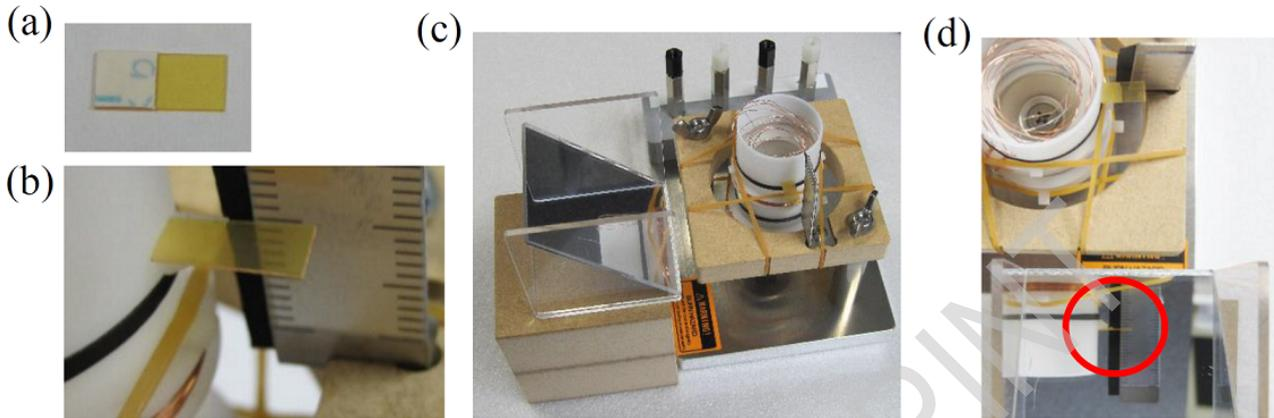

Abbildung 4: Anbringung vom Marker und vom Spiegel.
- Entferne die Schutzfolie des doppelseitigen Klebebands auf einem der Marker (Abb. 4(a)). Klebe den Marker auf den kleinen Vorsprung oben auf dem Oszillator, um damit die Höhe zu messen (Abb. 4(b)).
- Stelle den Spiegel auf den Holzblock (Abb. 4(c)). Du solltest den Marker gut von oben durch den Spiegel (Abb. 4(d) roter Kreis) sehen können.